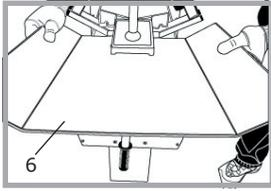

Abb. 4
Um die Spaltrinnenverlängerung (6) einzuhängen sind keine Werkzeuge notwendig (siehe Abb. 4).